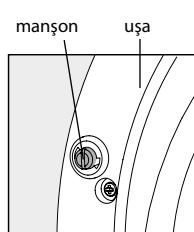

Figura 13
5.7.1 Blocarea ușii este prevăzută în unele modele de mașini, pentru a evita pornirea accidentală mașinii, spre exemplu de către copii. Pentru a bloca ușa de la închidere, rotați manșonul aşa cum se arată în Figura 13, cu o surubelnită în sensul ceasornic până când se oprește - fișa iese înainte și nu va permite ca ușa să se închidă. Pentru a debloca ușa înainte de spălare trebuie să acționați în ordine inversă.